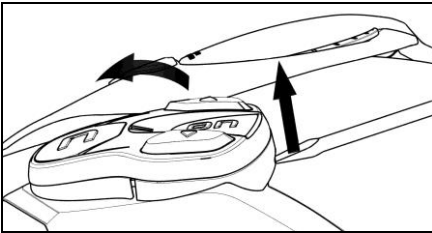

Fig. 28
- Enlevez le clavier de la calotte en faisant lever comme cela est indiqué (Fig. 28).